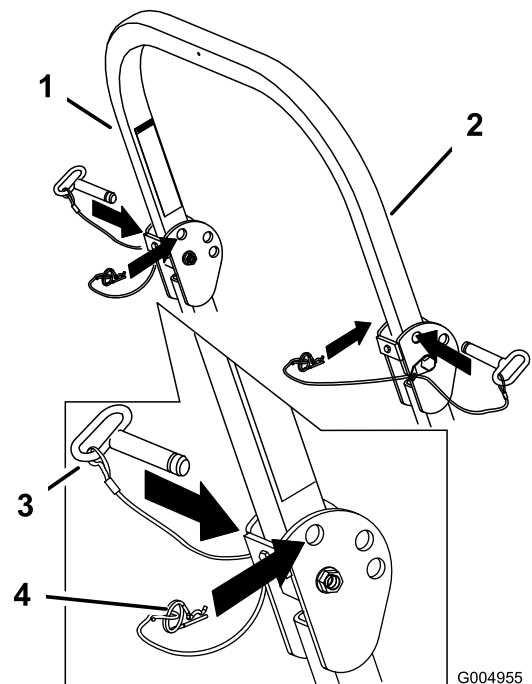

Figure 9
1. Retirez les goupilles fendues puis les 2 axes (Figure 9).
3. Posez les 2 axes et fixez-les avec les goupilles fendues (Figure 9).
4. Pour relever l'arceau de sécurité, retirez la goupille fendue puis les 2 axes (Figure 9).
5. Relevez complètement l'arceau de sécurité puis insérez les 2 axes et fixez ces derniers avec les goupilles fendues (Figure 9).